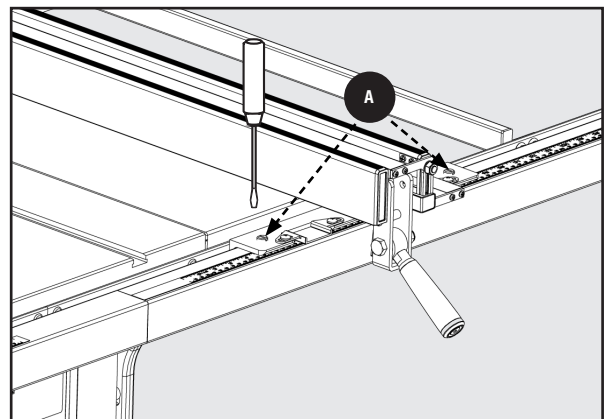

Figura 32
3. Si la parte frontal de la guía no está perpendicular a la mesa, suelte la palanca de sujeción y ajuste ligeramente uno de los tornillos de fijación ranurados **A**, Figura 32, hasta que la parte frontal de la guía esté perpendicular con la mesa.